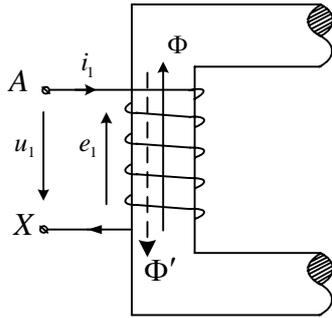
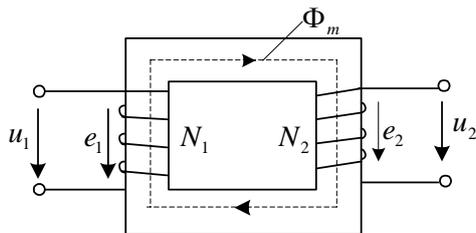

图 1.7 磁通与其感应电势的正方向假定
图 1.8 习题 1.8 图
答：现对图 1.7 所示铁心线圈进行分析。
1.8 在图 1.8 所示变压器磁路中，当在  $N_1$  中施加正弦电压  $u_1$  时，为什么会在  $N_1$ 、 $N_2$  两个线圈中均会感应电势？当流过线圈  $N_1$  中的电流  $i_1$  增加时，试标出  $N_1$ 、 $N_2$  两个线圈中所感应电势的实际方向与输出电压的方向，并计算两个线圈感应电势之间的关系。
答：尽管图 1.8 所示变压器的两个绕组没有直接电的联系，但由于两个绕组共同匝链同一磁通  $\Phi_m$ 。若该磁通交变，便会在分别在绕组  $N_1$ 、 $N_2$  中感应电势  $e_1$ 、 $e_2$ ，即： $e_1 = -N_1 \frac{d\Phi}{dt}$ ， $e_2 = -N_2 \frac{d\Phi}{dt}$ ，且匝数较多的绕组所感应电势的有效值较大。图 1.7 中，线圈  $N_1$ 、 $N_2$  的同名端均为上端。当流过线圈  $N_1$  中的电流  $i_1$  增加时，磁路中的磁通  $\Phi$  增加，则实际感应电势的方向均为上负下正，即由同名端指向非同名端。考虑到  $e_2$  的实际方向，输出电压  $u_2$  的实际方向为下正上负。两个线圈感应电势的有效值之间满足： $E_1 / E_2 = N_1 / N_2$ 。